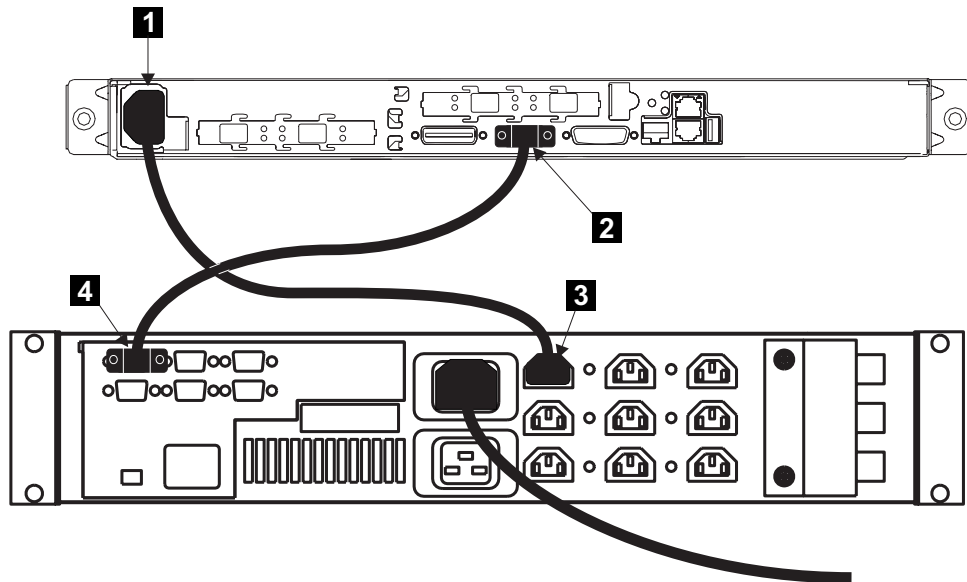

図43. SAN ボリューム・コントローラー 2145-4F2 の電源ケーブルを 2145 UPSに接続します。
1. SAN ボリューム・コントローラー 2145-4F2ノードの背面で、60 ページの図 43 に示すように、電源コネクタ **1** に電源ケーブルを差し込みます。